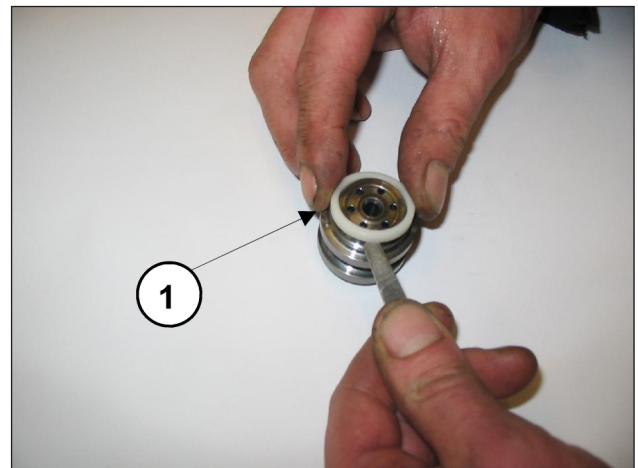

Fig. 43
- Dégager les sièges de soupape ① comme le montre la Fig. 43, contrôler si les composants sont usés et les remplacer si nécessaire.